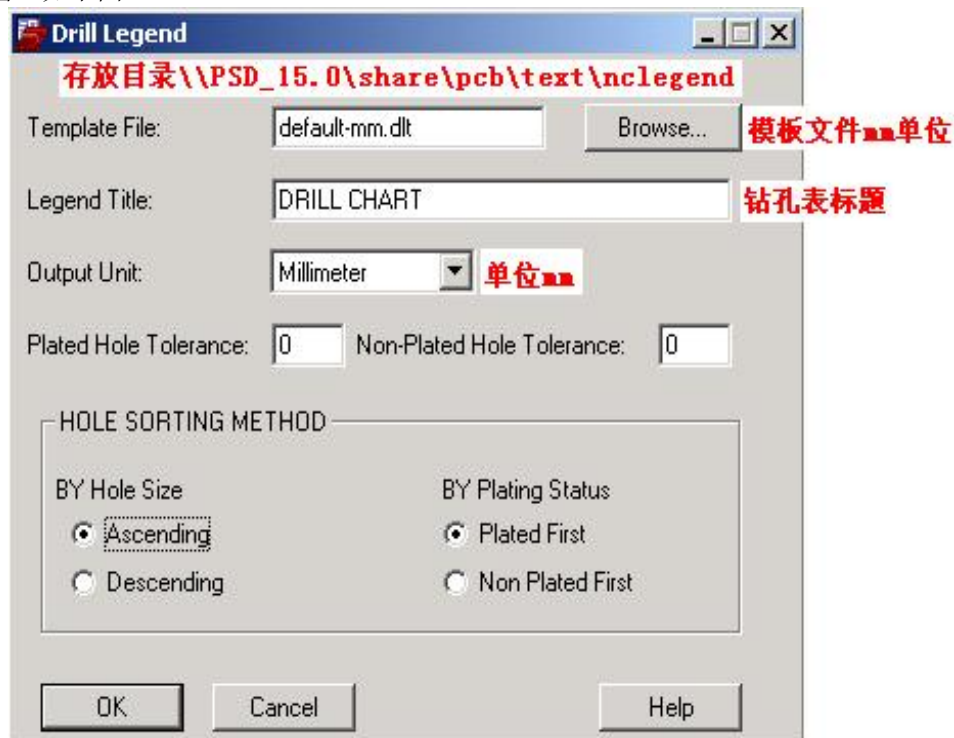

图 6.1 钻孔参数设置窗口
4. 参数设置参照图 6.1 进行设置，然后点击 **OK** 按钮关闭窗口